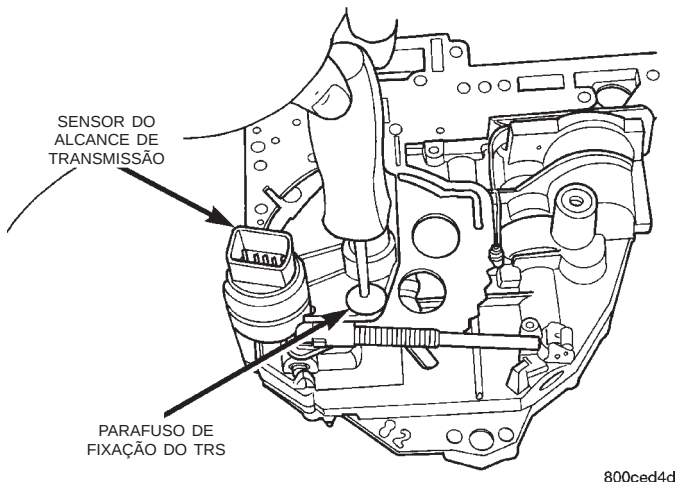

Fig. 19 Remoção do Parafuso de Fixação
- (12) Remova o parafuso de fixação do TRS (Fig. 19).